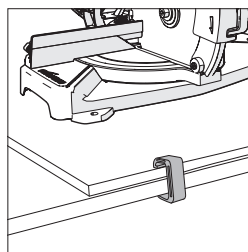

Fig. 2
- Gebruik G-klemmen om het werkblad vast te maken aan het werkoppervlak. **(Fig. 2)**